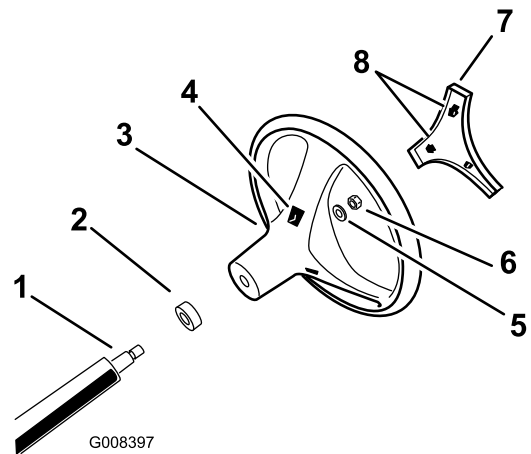

Figura 3
4. Sujete el volante a la columna con la contratuerca y apriete la contratuerca a 24–29 N m, según se muestra en Figura 3.
5. Alinee las pestañas del embellecedor con las ranuras del volante y coloque el embellecedor a presión en el centro del volante (Figura 3).